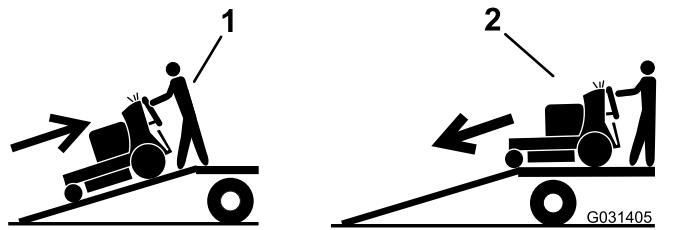

Figure 29
5. Montez la rampe en marche arrière (Figure 29).